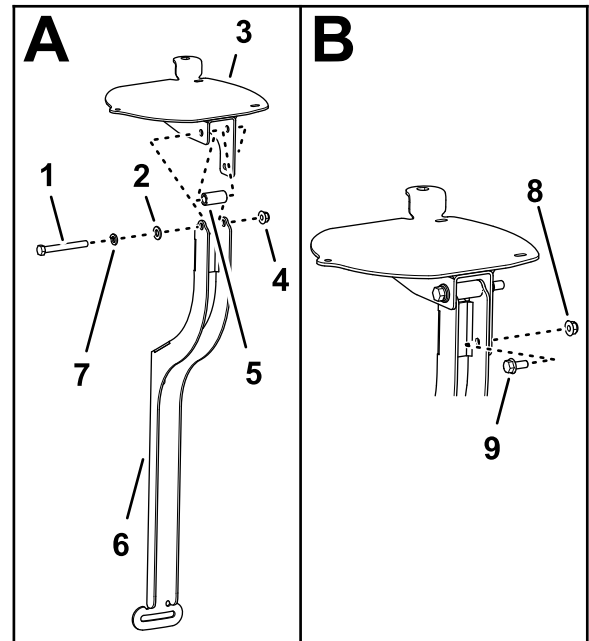

Figura 153
1. Alinee los orificios de la placa del receptor de navegación, del espaciador (3/8" x 1") y del soporte del receptor (Figura 153).
2. Monte la placa del receptor y el espaciador en el soporte con un perno (3/8" x 3/4"), una arandela de freno (3/8"), una arandela (3/8" x 13/16") y una contratuerca con arandela prensada (3/8"), según se muestra en Figura 153.
3. Monte el perno con arandela prensada (5/16" x 3/4") y la tuerca con arandela prensada (5/16") en el orificio más pequeño del soporte del receptor y la ranura de la placa del receptor (Figura 153).